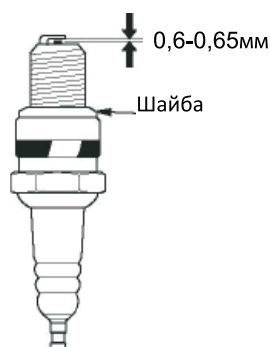

Рис.11
4. Измерьте зазор между электродами свечи специальным щупом. Зазор должен быть **0,6-0,65 мм**. (Рис.11) При увеличении или уменьшении требуемого зазора рекомендуется заменить свечу, так как регулировка зазора может привести к изменению качества искрообразования.